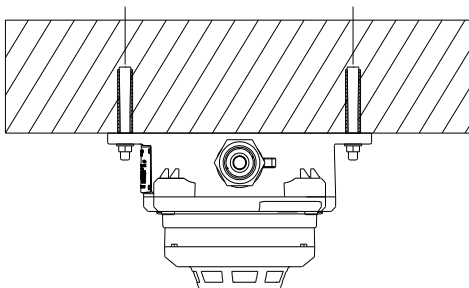

图 2 顶部安装示意图
2. 探测器安装在场所的顶部，使用两个 M6×60 的膨胀螺栓直接固定在顶部，并确认固定牢固，参见示意图 2。